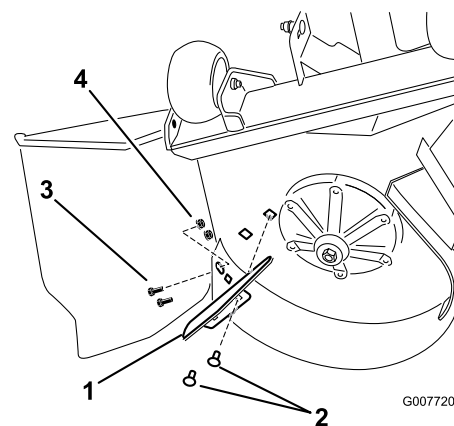

Figure 23
5. Repérez le déflecteur d'éjection dans les pièces détachées. Montez le déflecteur d'éjection sur la face inférieure du plateau de coupe, comme illustré à la Figure 23.